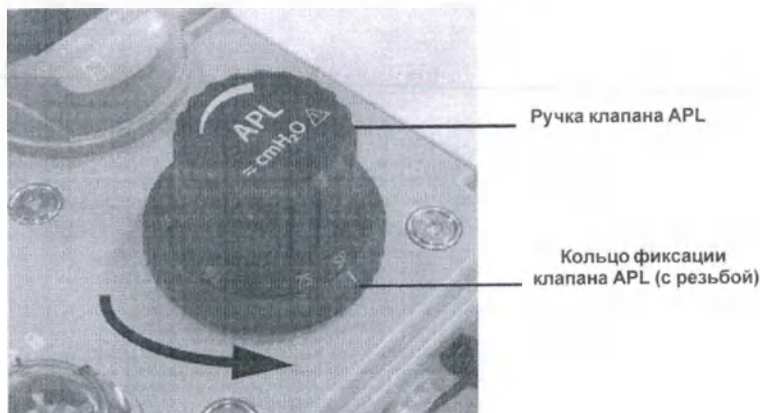

РИС. 7-14 Извлечение клапана APL
1. Клапан APL утоплен в корпус системы и зафиксирован кольцом с резьбой. Освободите кольцо клапана APL, повернув его (не ручку клапана) против часовой стрелки, пока оно не снимется с резьбы (РИС. 7-14). Затем потяните клапан APL вверх, чтобы извлечь его.